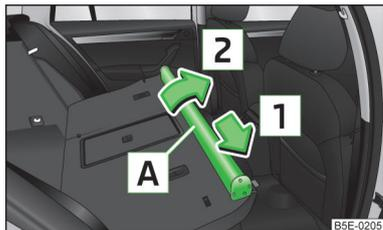

Abb. 104
- Das Netztrennwandgehäuse **A** in Pfeilrichtung **1** schieben und aus den Aufnahmen an den Rücksitzlehnen in Pfeilrichtung **2** » Abb. 104 herausnehmen.
- Das Netztrennwandgehäuse entgegen der Pfeilrichtung **1** » Abb. 104 bis zum Anschlag schieben.